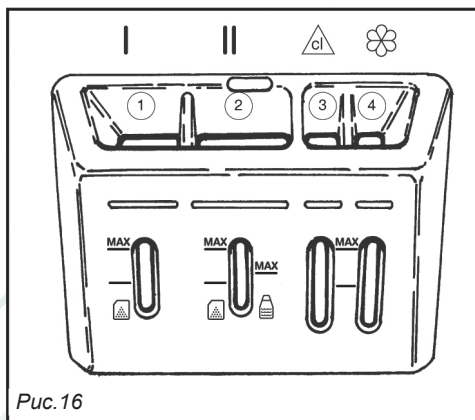

Рис.16
• ЗАГРУЗКА МОЮЩИХ СРЕДСТВ (Рис. 16)